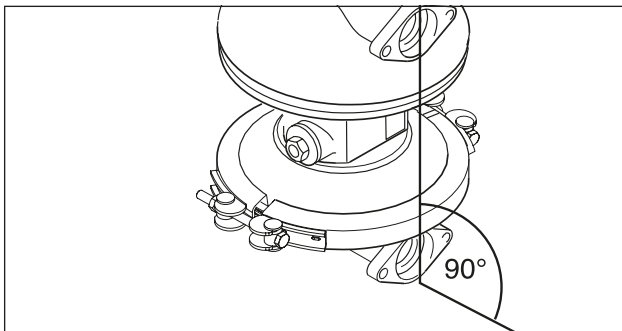
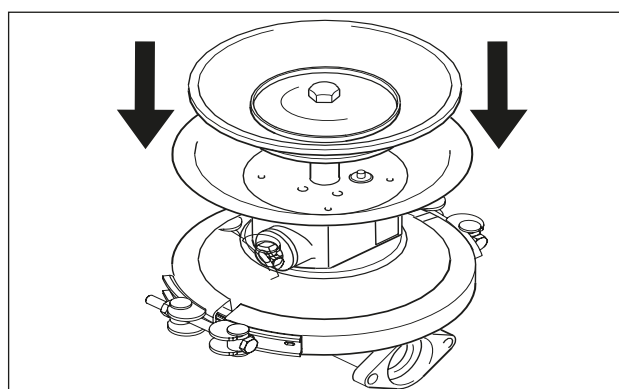

Fig. 17 Alignement des chambres de pompe
Fig. 16 Montage de la seconde chambre de pompe
- Remontage de la chambre de pompe : monter la membrane, la fixer en serrant le disque de membrane extérieur conformément au chapitre 9.4 « Couples de serrage ». Les chambres de pompe doivent généralement être montées avec la membrane en position d'aspiration. (Pousser le disque de membrane vers la chambre côté air) (Fig. 16). Serrer les vis du collier de serrage ou de la bride de montage. Monter la deuxième membrane de la même façon. Les faces des brides des corps de pompe doivent être alignées (Fig. 17).